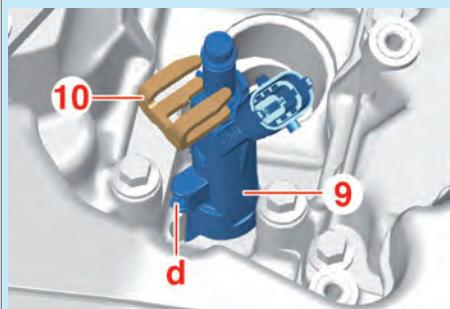

Fig.8
- Reposer l'injecteur (9) en respectant la position du détrompeur (d) et la position de l'agrafe (10) (Fig.8).